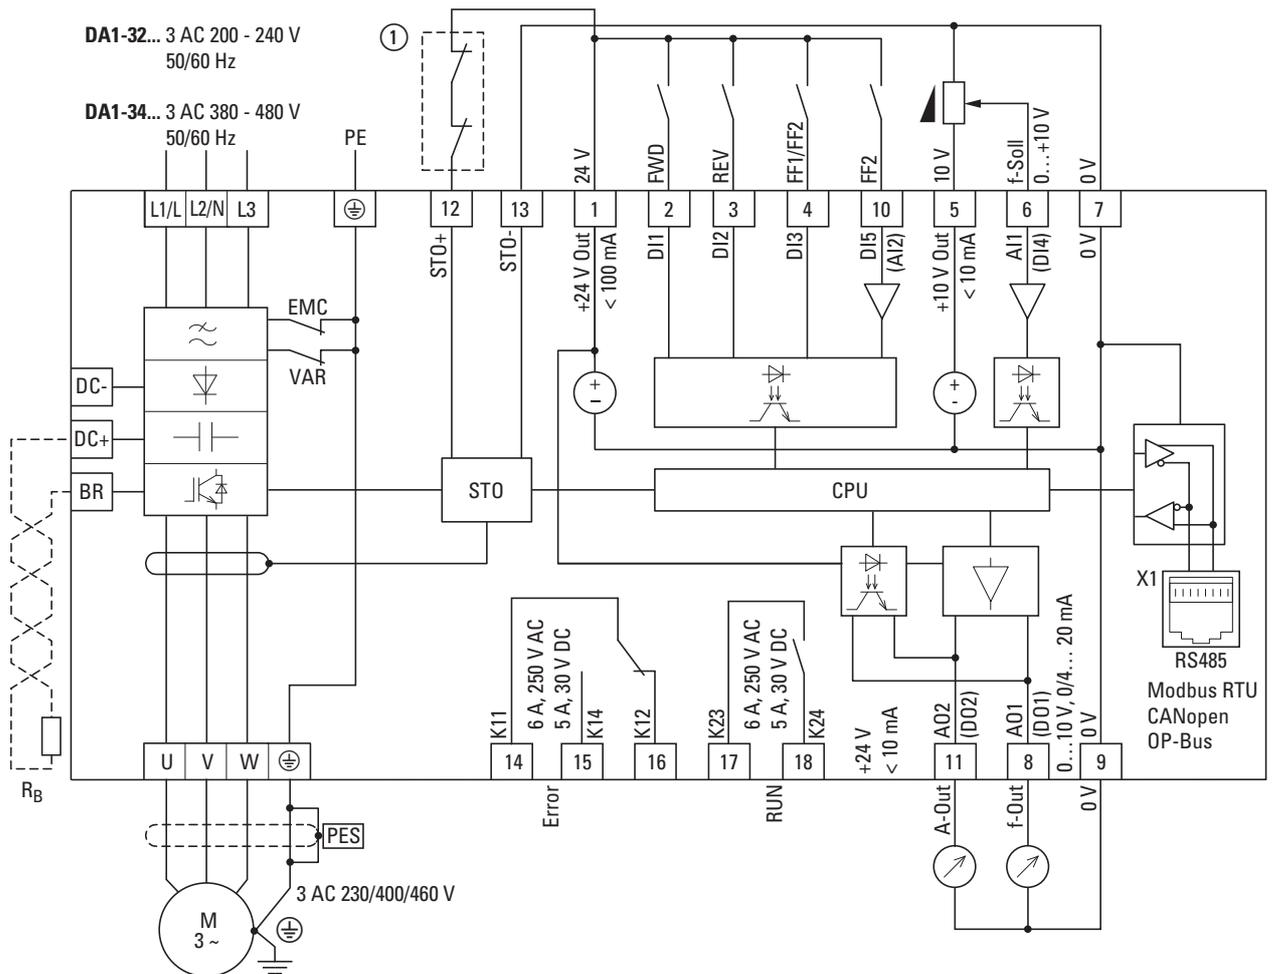

Figura 85: Schema a blocchi DA1-32..., DA1-34... nella grandezza FS2 e FS3
① Abilitazione diretta della funzione STO o relè: Safe Torque Off (STO), SIL 2 (EN 61800-5-2) come in → Figura 85, pagina 119.